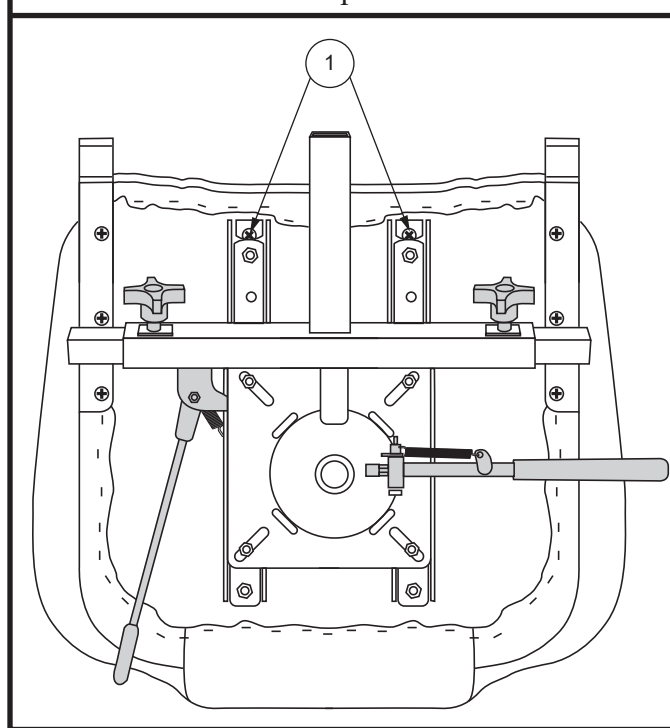

Figure 17. Boulons du ceinture de positionnement
Votre scooter peut être équipé d'une ceinture de positionnement de type automobile réglable pour votre confort. Voir la figure 17. La ceinture de positionnement est conçue pour supporter et empêcher le conducteur de glisser ou d'avancer sur le siège. La ceinture de positionnement n'est pas une ceinture de sécurité.
2. Placez le siège à l'envers pour faire face à sa base. Voir la figure 17.